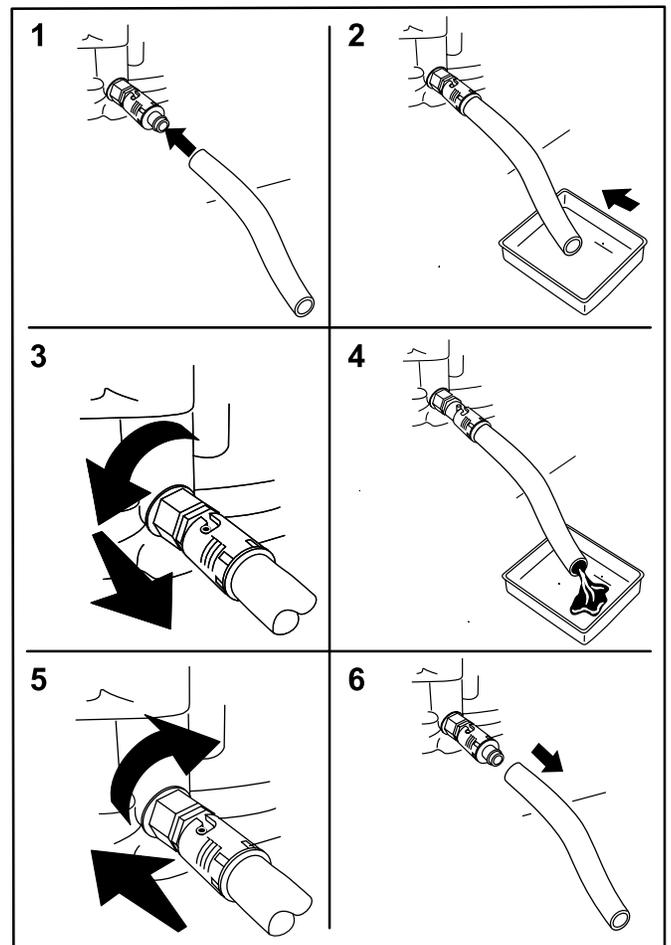

Figure 28
4. Branchez le flexible de vidange au robinet de vidange d'huile moteur (Figure 28).
5. Placez l'autre extrémité du flexible dans un récipient approprié pour l'huile (Figure 28).
6. Tournez le robinet de vidange de 1/4 de tour dans le sens anti-horaire pour commencer la vidange de l'huile (Figure 28).
7. Lorsque la vidange d'huile est terminée, tournez le robinet de 1/4 de tour dans le sens horaire pour le fermer (Figure 28).